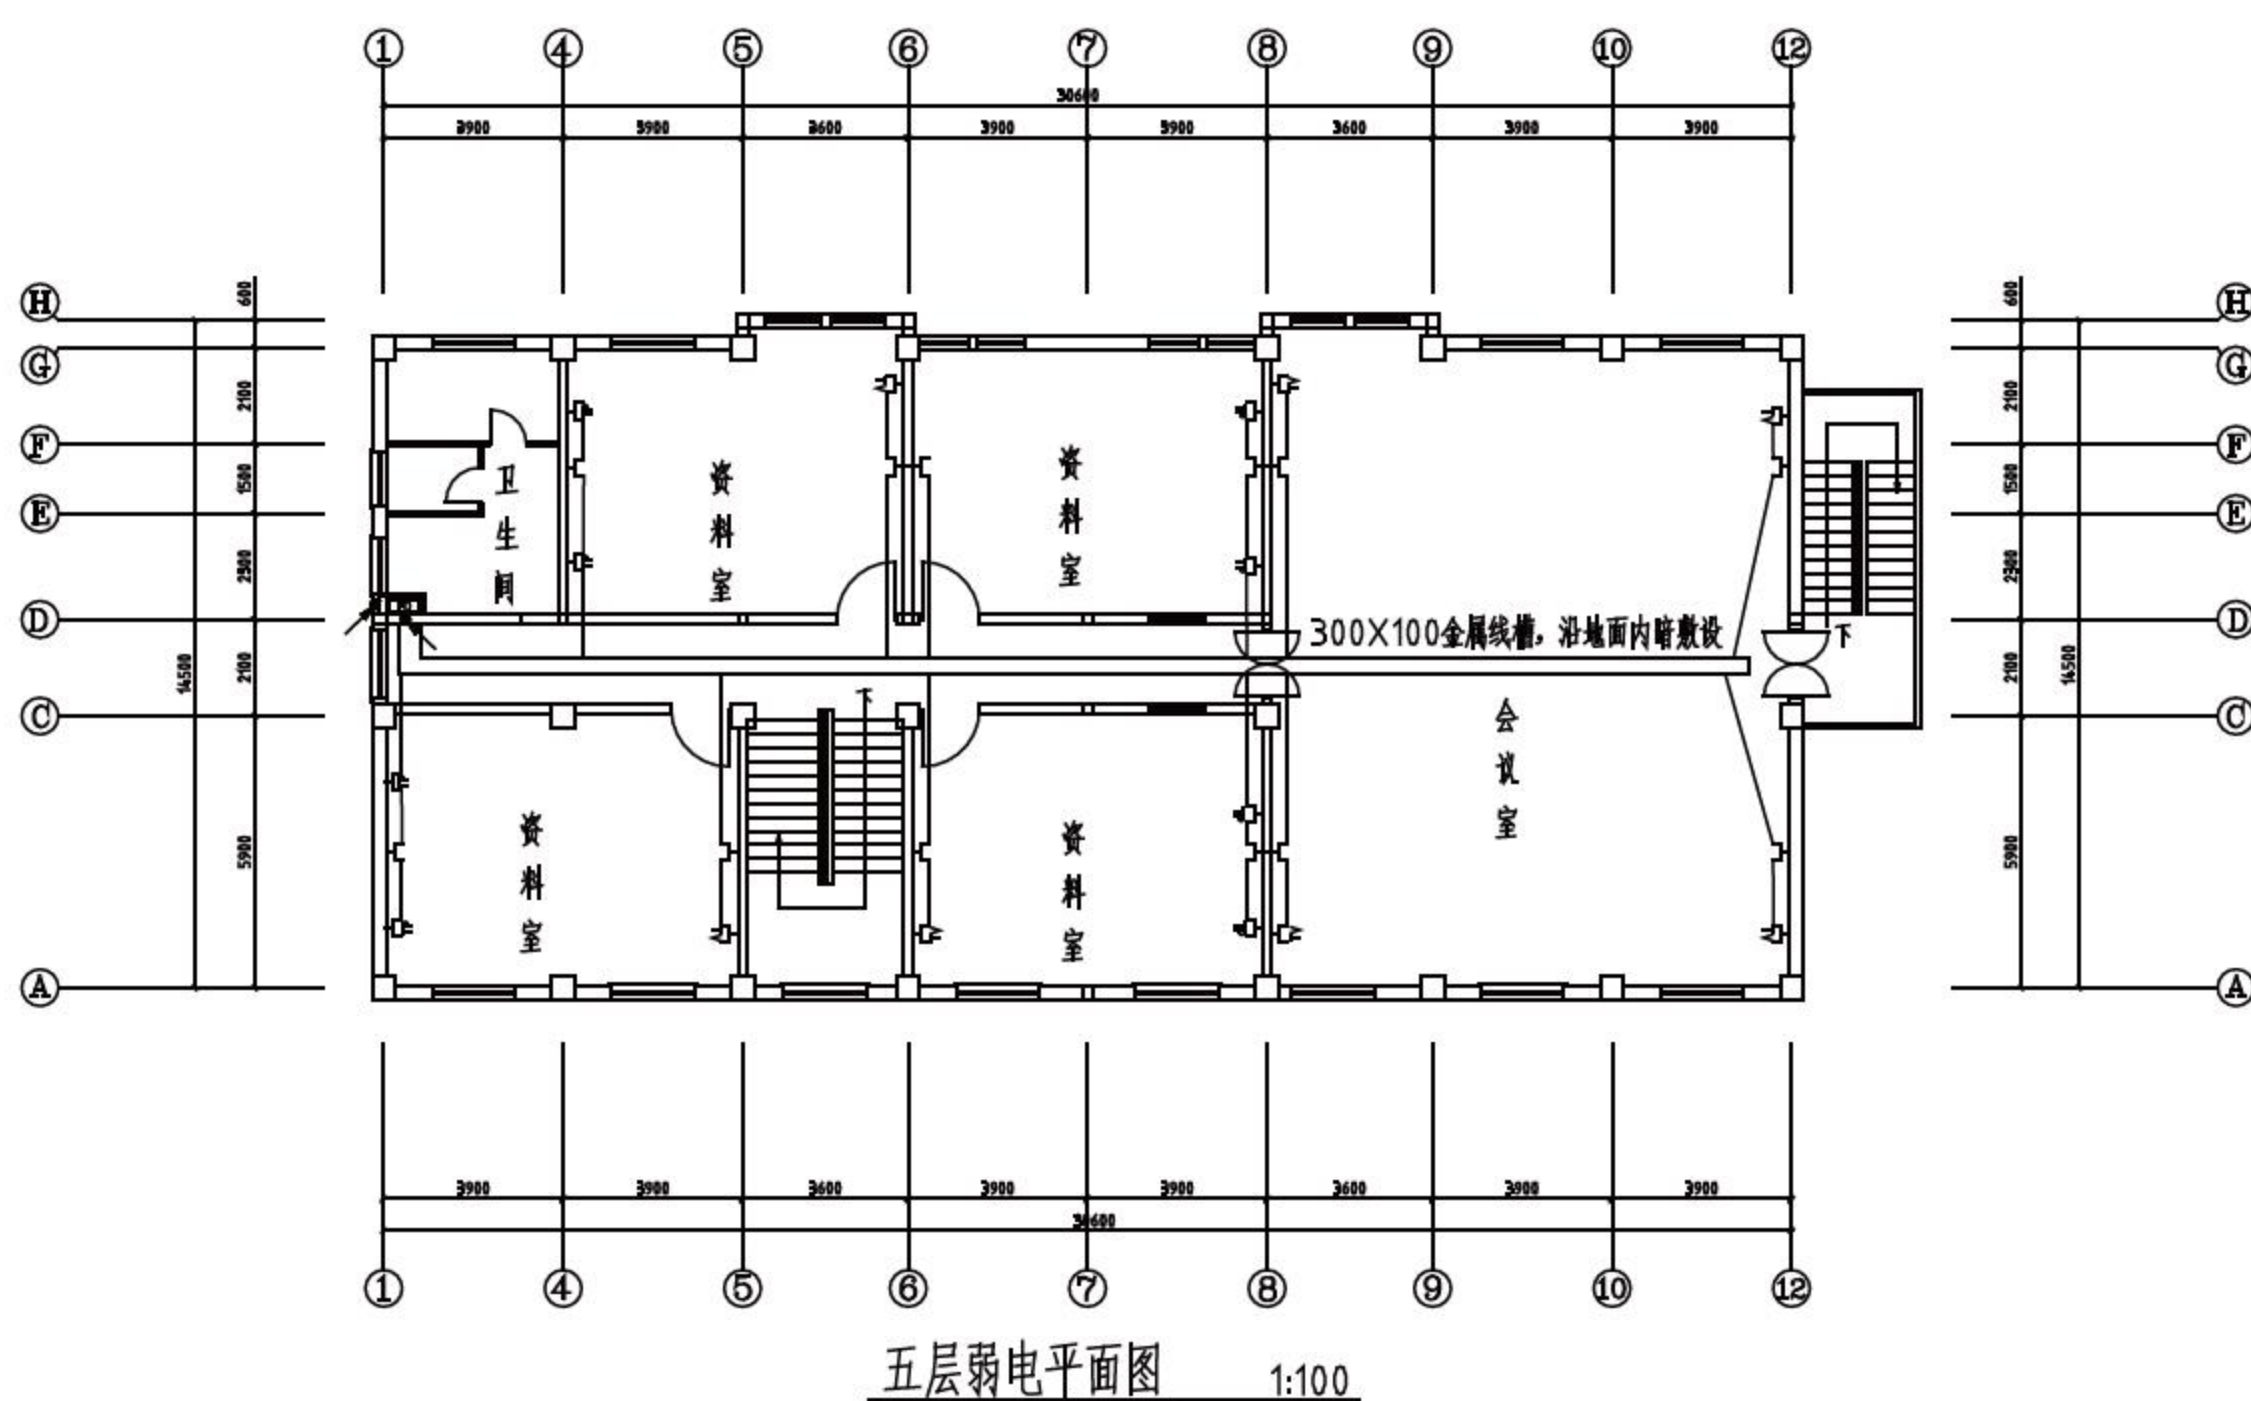

图12-33 弱电平面图
(2) 综合运用本章所学知识, 绘制弱电平面图, 如图12-33所示。